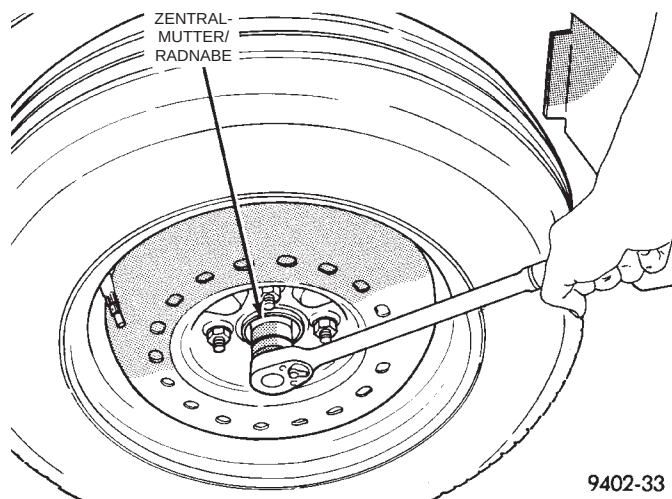

Abb. 40 Zentralmutter der Radnabe lockern
(2) Zentralmutter der Radnabe lockern. Das Fahrzeug steht dazu auf dem Boden, Bremsen angezogen (Abb. 40). **Radnabe/Radlager und die Antriebswelle sind durch den Achsschenkel hindurch über eine Keilverzahnung drehfest miteinander verbunden und mit der Zentralmutter befestigt.**
(3) Fahrzeug anheben. Dazu Unterstellböcke oder